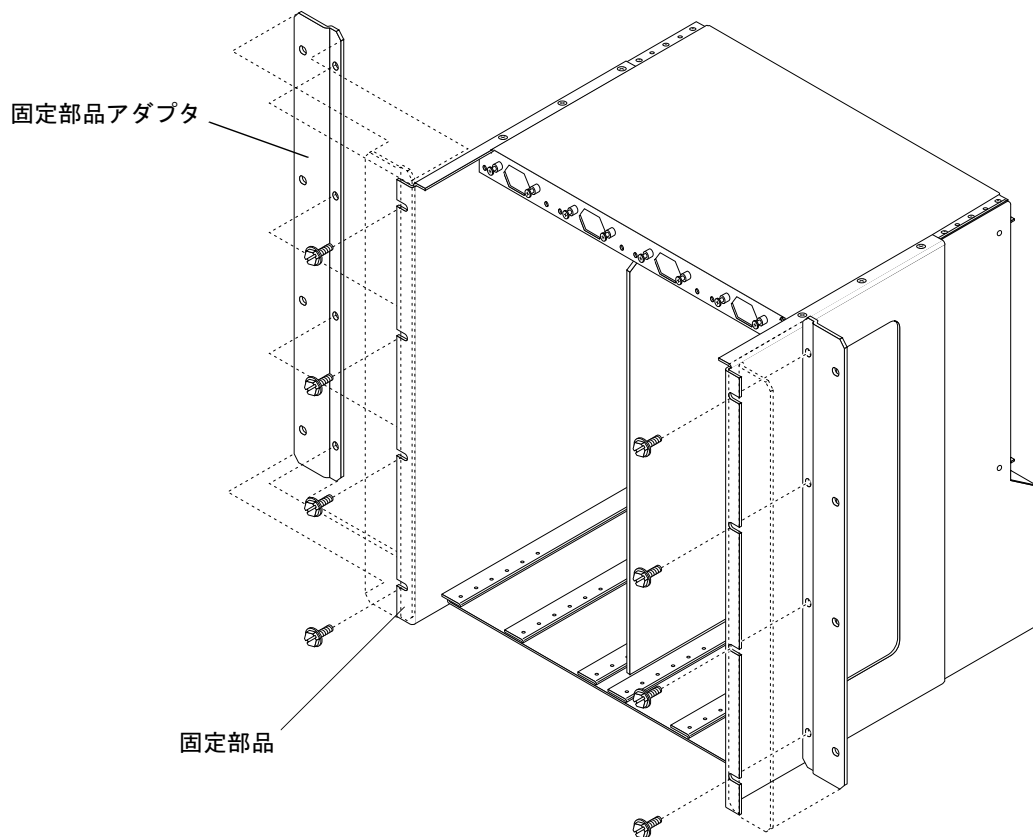

図 3-2 固定部品アダプタの取り付け
2. 固定部品アダプタの 1 つを右側のシャーシ固定部品の後に配置し、アダプタの穴を固定部品に合わせます (図 3-2)。